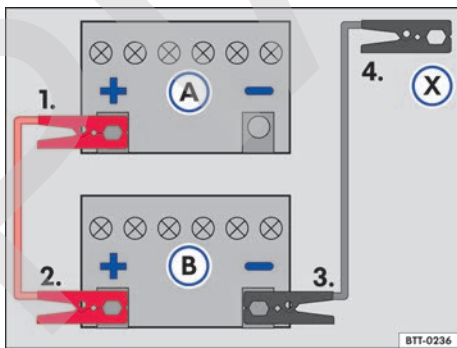

Fig. 157 Esquema para la conexión de los cables auxiliares de arranque: batería del vehículo descargada (A) y batería del vehículo que provee la corriente (B).
Leyenda para → fig. 157:
- Conectar un extremo del cable de arranque auxiliar *rojo* al polo positivo → fig. 157 ⊕ del vehículo con la batería del vehículo descargada ① → ⚠.
- Conectar el otro extremo del cable de arranque auxiliar *rojo* al polo positivo ⊕ de la batería del vehículo que suministra corriente ②.
- Conectar un extremo del cable auxiliar de arranque *negro* al polo negativo ⊖ de la batería que brinda corriente ③ al vehículo.
- Conectar el otro extremo del cable de arranque auxiliar *negro* ⊗ al vehículo con la batería del vehículo descargada en una pieza maciza de metal atornillada firmemente al bloque del motor o en el mismo bloque del motor - aunque no cerca de la batería ① → ⚠.